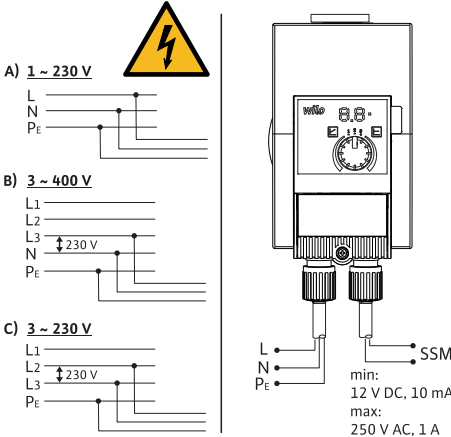

Fig. 3: Bağlantı seçenekleri
- 230 V düşük gerilim şebekelerine bağlayın. IT şebekelerine bağladığımızda (İsolé Terre şebeke türü) dış iletkenler arasındaki (L1-L2, L2-L3, L3-L1 → Fig. 3) gerilimin 230 V'yi aşmamasına mutlaka dikkat edin. Hata durumunda (toprak kaçağı) faz ve PE arasındaki gerilim, 230 V'yi aşmamalıdır.